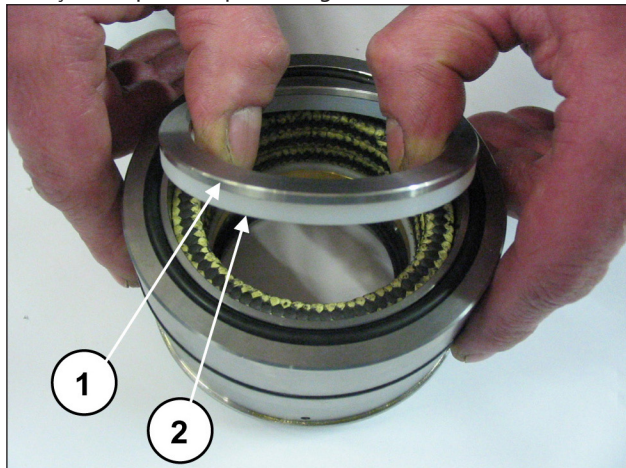
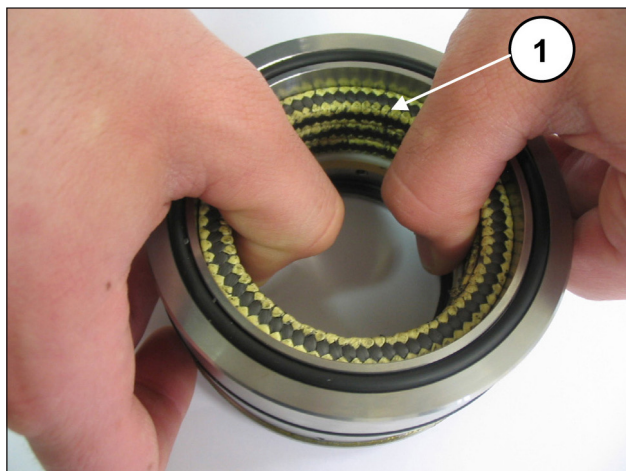

Fig. 191
Fig. 192
Separe o suporte de vedação da camisa, retire o anel para a mola e o anel raspador (pos. ①②, Fig. 191) para acessar as vedações de pressão (pos. ①, Fig. 192).